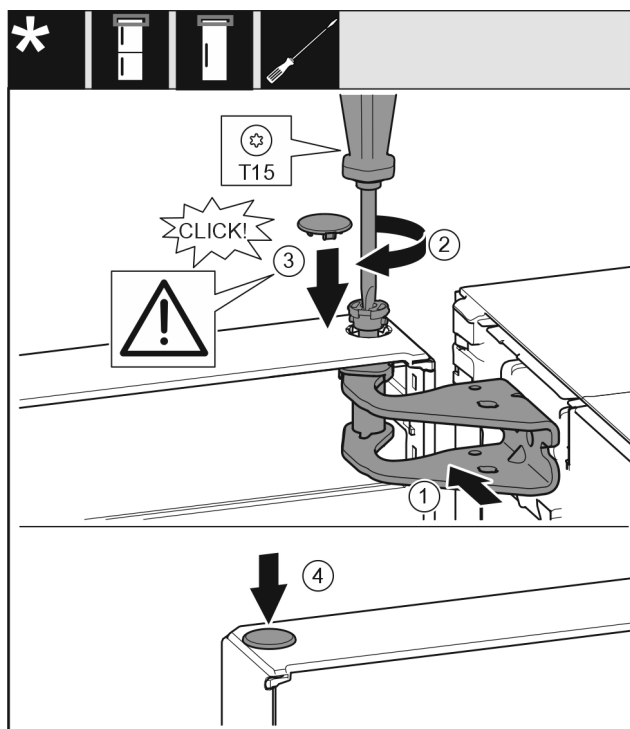

Fig. 21
- ▶ Duris viršuje išlygiuokite į atraminės gembės angą. Fig. 21 (1)
- ▶ Įstatykite kaištį Fig. 21 (2) ir tvirtai prisukite atsuktuvu.
- ▶ Durims užfiksuoti sumontuokite apsauginę dengiamąją plokštelę Fig. 21 (3): uždėkite apsauginę dengiamąją plokštelę ir patikrinkite, ar ji priglundą prie durų. Kitu atveju įstatykite iki galo varžtą.
- ▶ Įstatykite kamštį Fig. 21 (4).